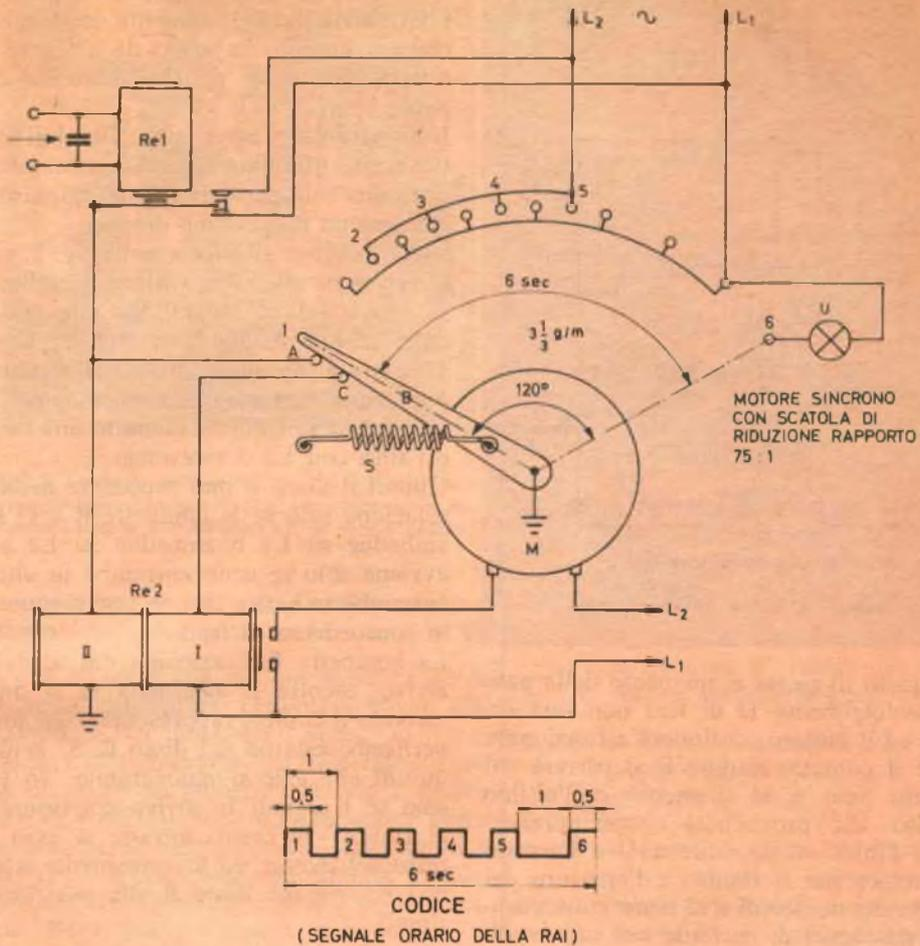

Fig. 1 - Schema del relé codificato.
**Funzionamento** - Illustriamo ora il principio di funzionamento del relé a codice, facendo riferimento alla *fig. 1* che rappresenta lo schema della versione in corrente alternata, per un codice corrispondente al segnale orario trasmesso dalla RAI, un codice cioè costituito da 6 impulsi di 80 msec, spazati i primi cinque da 920 msec e il quinto ed il sesto di 1.920 msec, per la durata complessiva di 6 sec.
disposti dodici contatti collegati come indicato sempre nella fig. 1.